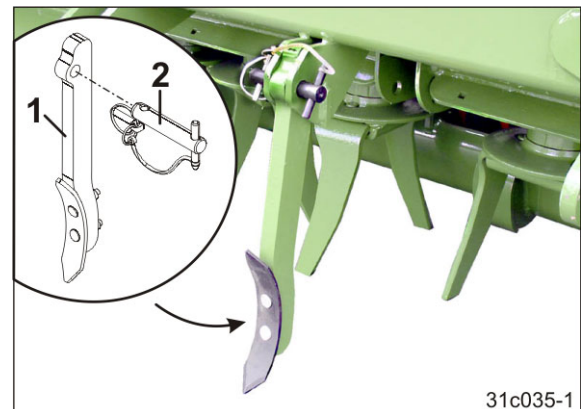

Fig. 70
4. Den Mitteldammlockerer (Fig. 70/1) mit einem Bolzen (Fig. 70/2) abstecken und mit einem Klapstecker sichern.